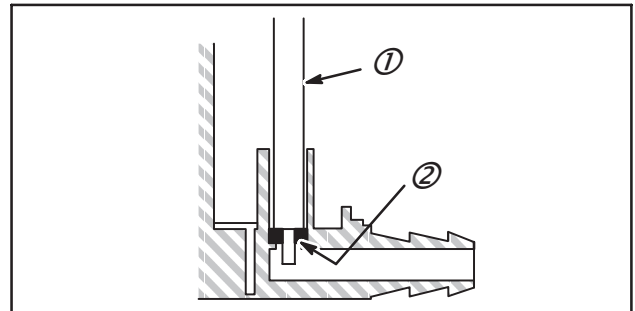

Fig. 108
2. Pousser à fond (2) le siège de pointeau, avec la rainure VERS LE BAS à l'aide de l'outil pose-bagues (1) Réf. : 19057, illustration du LMS, Fig. 108.